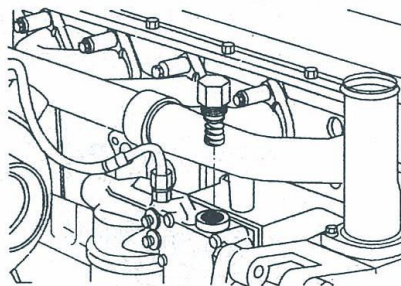

图 1-402 拆下机油节温器
1) 在发动机右侧润滑油道上拆下机油节温器, 见图 1-402。节温器六方螺母为 M32。